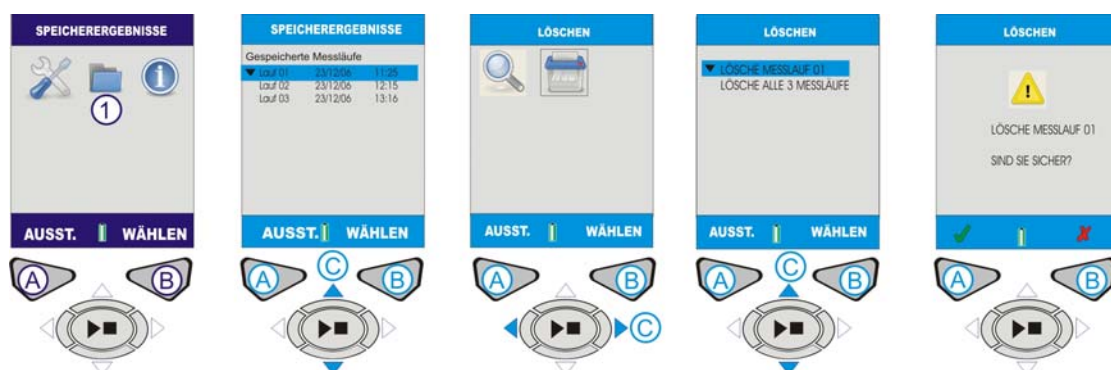

Abbildung 11 Speicherergebnisse löschen
I. SPEICHERERGEBNISSE LÖSCHEN (siehe Abbildung 11)